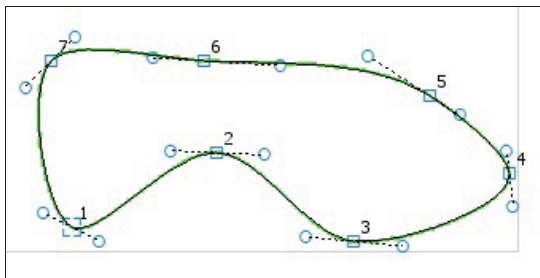

Рис. 6.23. Построение кривой Безье
- ◆ зафиксируйте созданную кривую (рис. 6.23), нажав кнопку **Создать объект**